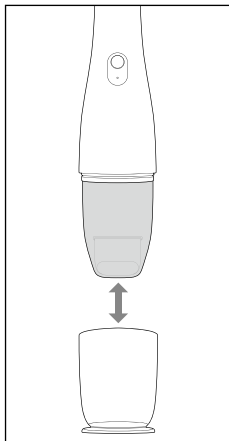

Fig. 4
- ▶ Verificare che il filtro della polvere ❺ sia sempre correttamente inserito prima di usare l'apparecchio (vedere il capitolo **Pulizia/sostituzione del filtro della polvere**).
1. Sostenere l'apparecchio dall'impugnatura ❹ e sfilare il cappuccio di chiusura ❶ dall'apparecchio (vedere fig. 4).
2. Se necessario, inserire la bocchetta aspiratrice 2-in-1 ❶❷ nell'apertura di aspirazione ❷ (vedere capitolo **Bocchetta aspiratrice 2-in-1**).
3. Per accendere l'apparecchio premere l'interruttore on/off ❶❷. La spia di controllo della carica ❸ si accende con luce blu.
4. Per spegnere l'apparecchio dopo l'uso, premere nuovamente l'interruttore on/off ❶❷. La spia di controllo della carica ❸ si spegne.
5. Applicare il cappuccio di chiusura ❶ all'apparecchio (vedere fig. 4).